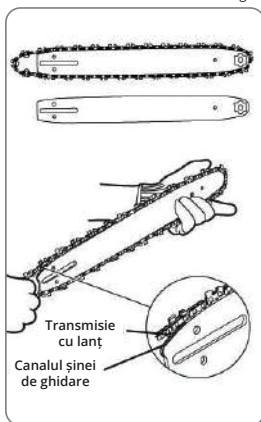

Fig. 7
4. Montați lanțul de tăiere în canelura barei de ghidare (vezi fig. 7).